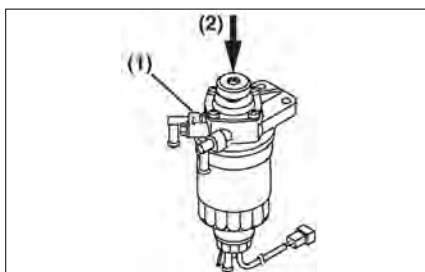

Рис. 2.
2. Ослабьте порт для стравливания воздуха на **(рис. 2, (1))** на 2-3 оборота.
3. Дайте топливному насосу для заправки **(рис. 2, (2))** поработать до тех пор, пока топливо, выходящее из порта для стравливания воздуха, не будет свободно становиться без пузырьков.